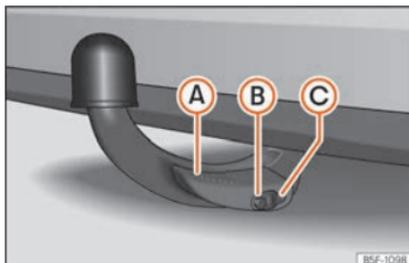

Fig. 174 Gancho de reboque fixado corretamente
- A alavanca (A) está acima »» Fig. 174.
- A parte vermelha e verde do pino de desbloqueio (B) está completamente visível »» Fig. 174.
- A tampa (C) encontra-se sobre a fechadura »» Fig. 174.
- Ao libertar o gancho de reboque, para evitar trilhar os dedos, recomenda-se manter as mãos retiradas da alavanca (A) »» Fig. 174.